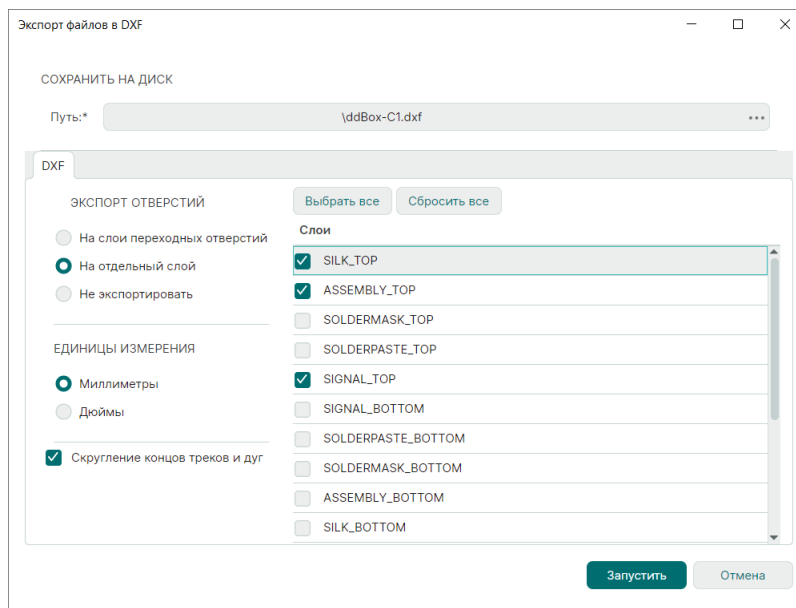

Рис. 155 Выбор слоев для экспорта в формате DXF
3. Выберите слои необходимые для экспорта с помощью установки флагов, см. Рис. 155.